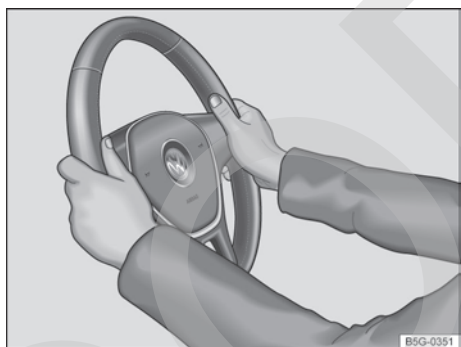

Fig. 67 En el volante: posición equivalente a las 9 y las 3 horas.
- Ajuste el volante de forma que pueda sujetarlo con las dos manos por los lados, por su parte exterior, en la posición equivalente a las 9 y las 3 horas → fig. 67 con los brazos ligeramente flexionados.
- Con el fin de reducir el peligro de sufrir lesiones en caso de que se dispare el airbag frontal del conductor, durante la conducción sujete siempre el volante por los lados, por su parte exterior, con las manos en la posición equivalente a las 9 y las 3 horas → fig. 67.